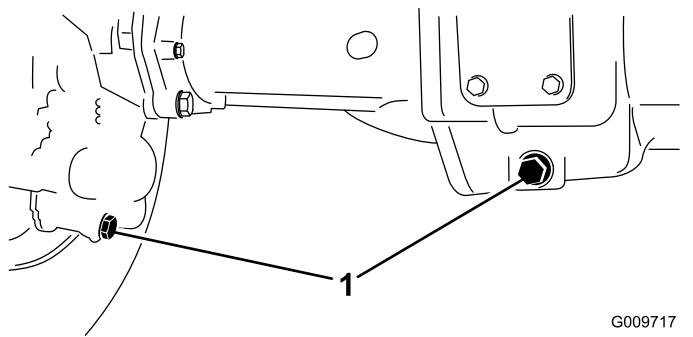

図 42
2. ドレンプラグ **図 42**左右端に個と中央に個、全部で3個あるの周辺をきれいに拭く。